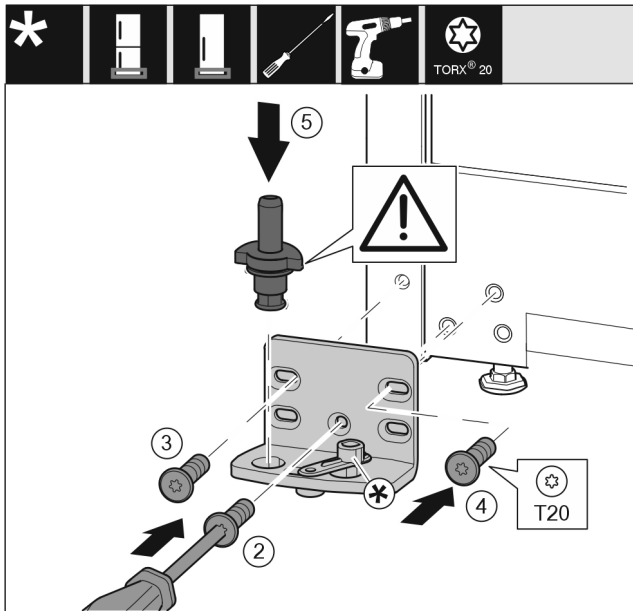

Fig. 22 *
- Placer le support de palier de l'autre côté et le visser avec un tournevis. Commencer par la vis Fig. 22 (2) en bas au milieu.*
- Serrer la vis Fig. 22 (3) et la vis Fig. 22 (4)*.
- Insérer complètement l'axe de palier Fig. 22 (5). Veiller à ce que l'ergot soit orienté vers l'arrière.*
- Placer le support de palier de l'autre côté et le visser avec un tournevis. Commencer par la vis (2) en bas au milieu.*
- Serrer la vis (3) et la vis (4)*.
- Insérer complètement l'axe de palier (5). Veiller à ce que l'ergot soit orienté vers l'arrière.*